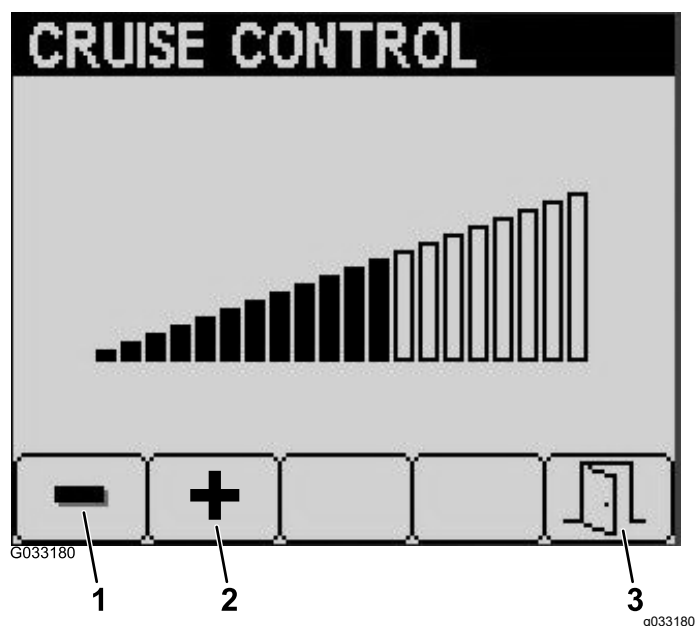

Рисунок 20
3. На экране круиз-контроля нажмите кнопку 1 для увеличения скорости круиз-контроля или кнопку 2 для ее уменьшения (Рисунок 20).
4. После установки требуемой скорости круиз-контроля нажмите кнопку 5 для выхода (Рисунок 20).